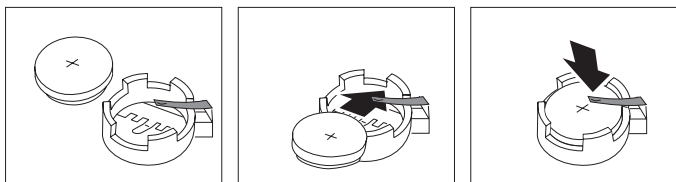

Figura 13. Instalación de la batería
6. Instale la batería nueva. Consulte la Figura 13.